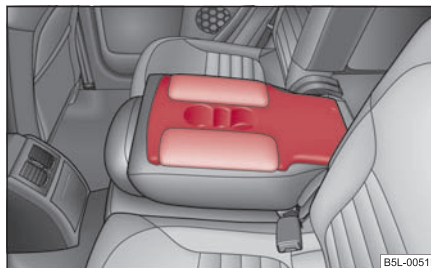

Fig. 91 Asientos traseros:
- Puede abatir el respaldo central hacia delante ⇒ página 84, “Abatir asientos exteriores hacia delante” y utilizarlo como apoyabrazos o mesa con portavasos ⇒ fig. 91.